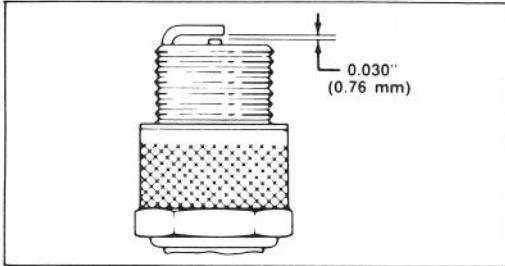

Abbildung 28
### AUSWECHSELN DER ZÜNDKERZE (Abb. 28)
- Den Elektrodenabstand der neuen Zündkerze auf 0,76 mm einstellen (Abb. 28). Dann die neue Kerze in den Zylinderkopf einschrauben und auf 20,4 Nm anziehen. Wird kein Drehmomentschlüssel verwendet, die Kerze fest anziehen.